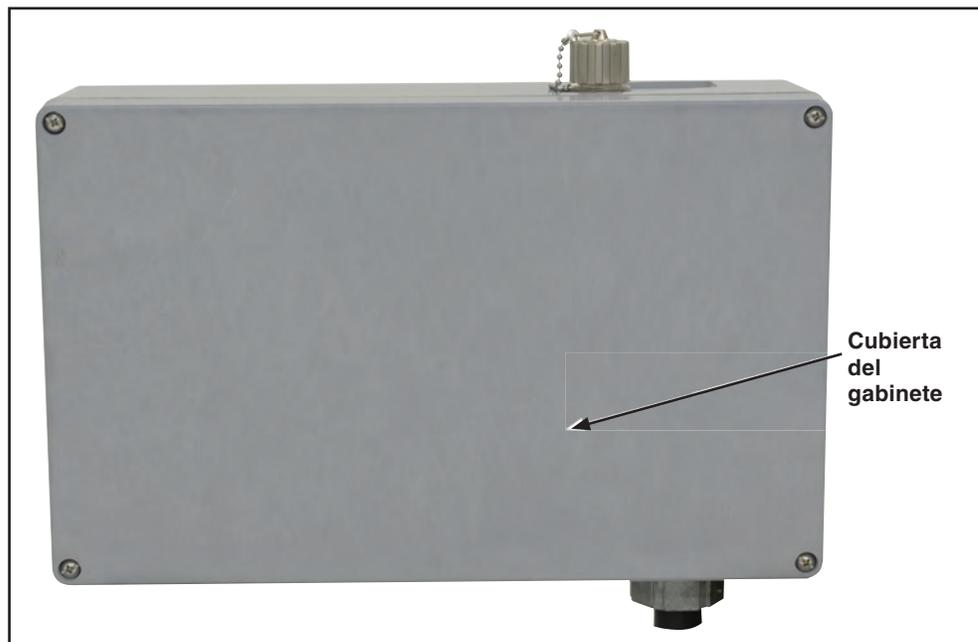

Figura 10. Fije la cubierta del gabinete.
PASO 5. Coloque la cubierta en el gabinete del control y apriete los tornillos que fijan la cubierta en su lugar. Vea la Figura 10.